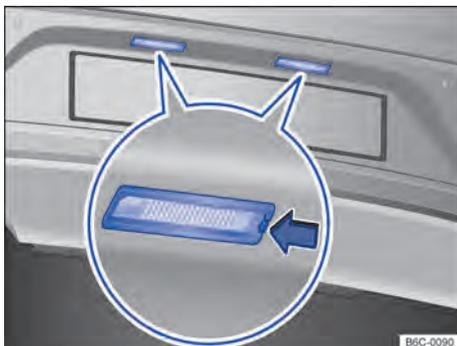

Fig. 167 No para-choque traseiro: lanterna da placa de licença.
- 2 Com o auxílio de uma chave de fenda, pressionar a trava → Fig. 167 (seta) para remover o conjunto.